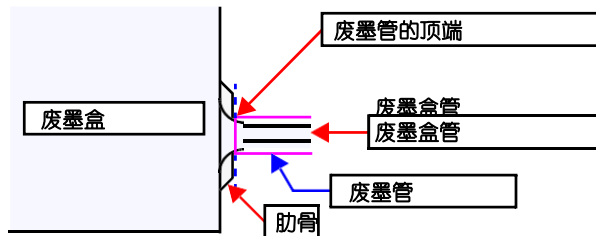

图1-45 插入废墨管的注意事项
- 如图1-45所示，将废墨管插入废墨盒的管子上，直到废墨管的顶端与肋骨接触。